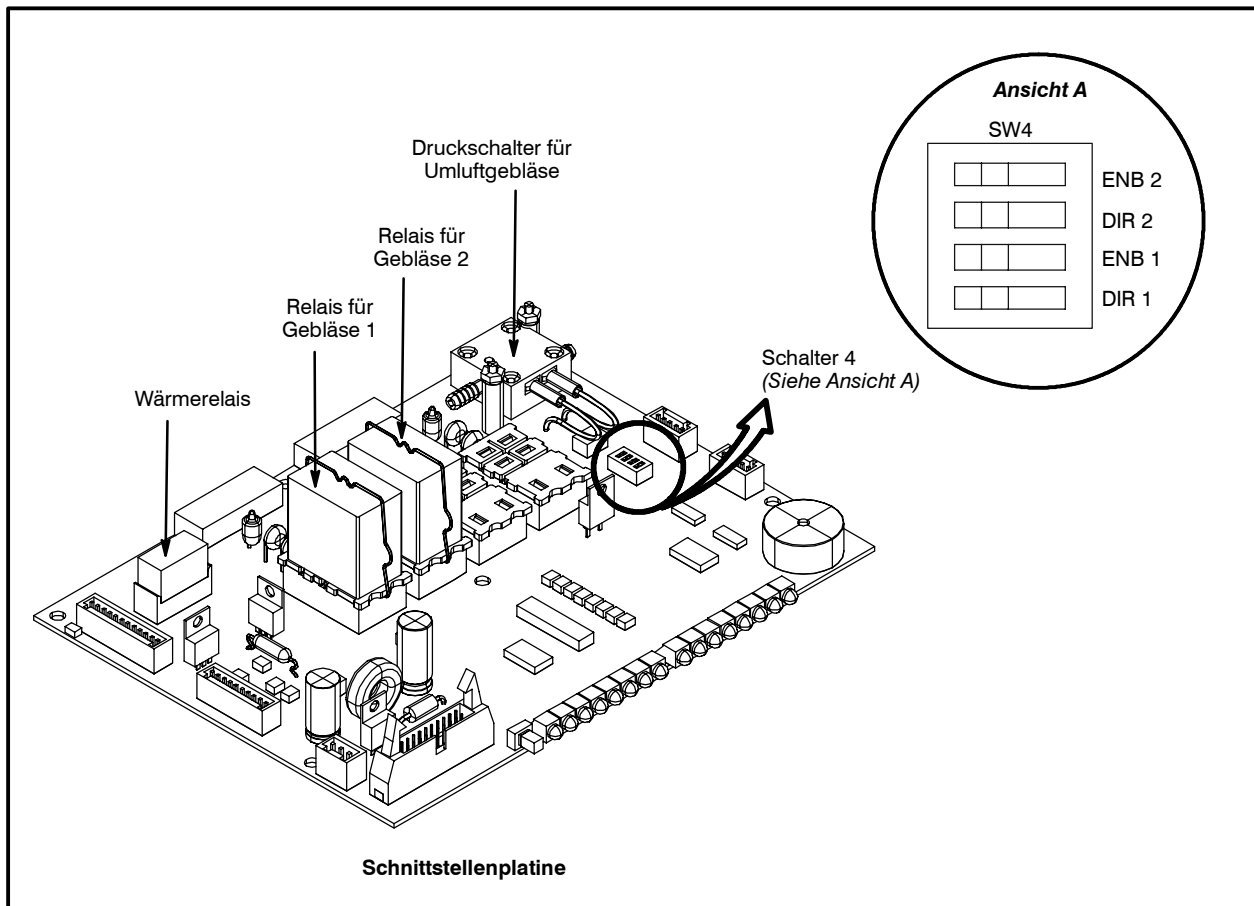

Abbildung 6
2. Drehen Sie den mit DIR1 markierten Dip-Schalter auf der Schalttafel auf SW4 (Schalter 4). Siehe Abbildung 6.